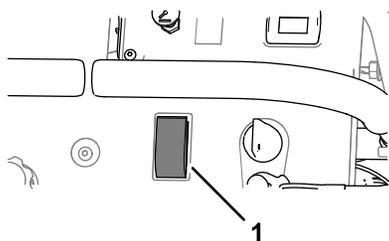

Figure 39
3. Placez la commande de la pompe de pulvérisation à la position MARCHÉ (**Figure 39**).